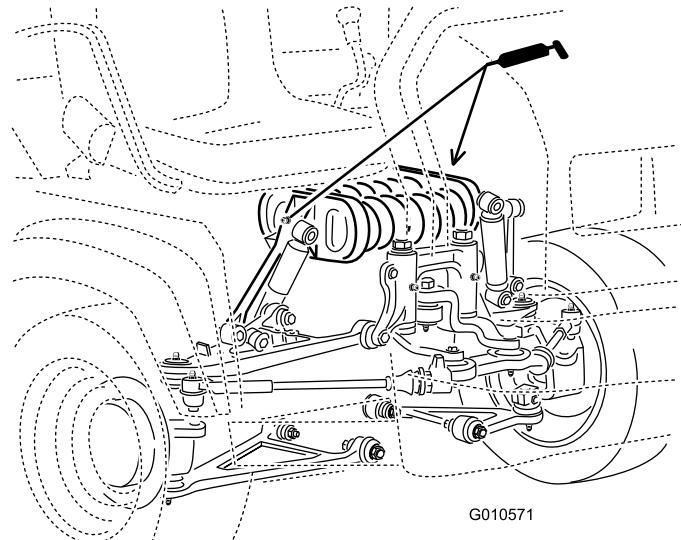

Figura 41
- Torre de mola (2) como se mostra na Figura 41